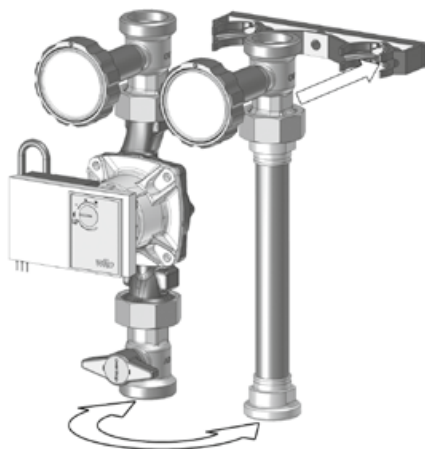
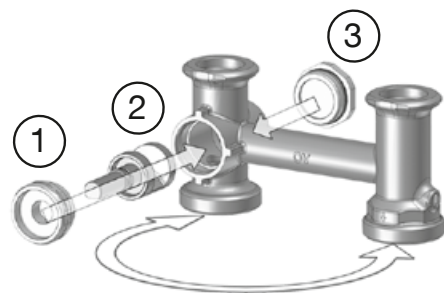

Fig. 12
Fig. 21
6. Monter l'**adaptateur (3)** fourni avec le moteur (voir fig. 12) sur le boisseau de la vanne. **Veiller à ce que la nervure pointue de l'adaptateur soit orientée vers le bas** (fig. 21).